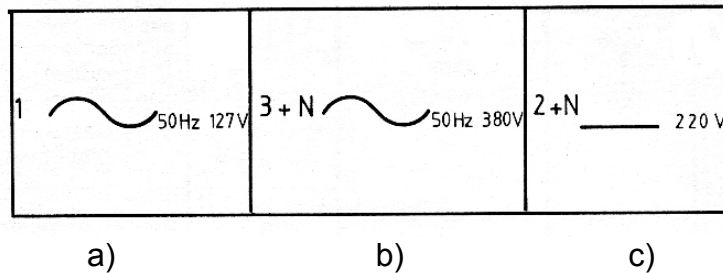

Figure 40
La figure 40 représente respectivement :
- un système monophasé 50 Hz, 127 V (figure 40 a) ;
- un système triphasé avec neutre 50 Hz, 380 V (figure 40 b) ;
- un système à courant continu trois conducteurs dont un conducteur neutre, 220 V (entre chaque conducteur extrême et le neutre : 110 V) (figure 40 c).